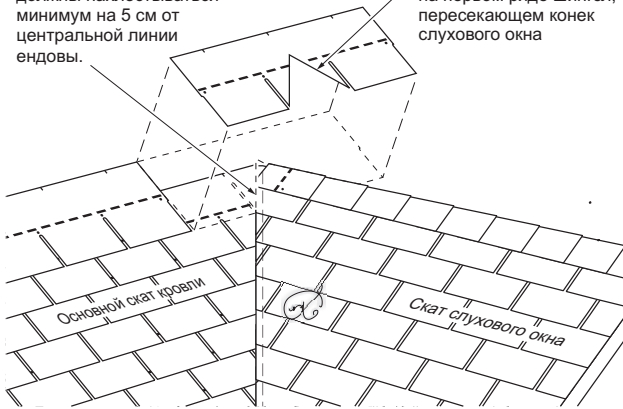

Рисунок 9. V-образный вырез должен точно соответствовать углам ендов и коньку.
Сложным элементом является узел примыкания конька слухового окна к плоскости ската кровли. Этот узел должен быть выполнен таким образом, чтобы обеспечить не только эстетику стыка, но и гидроизоляцию этого узла (Рисунок 9).
3. Обрежьте первый гонт, который пересекает конек слухового окна (Рисунок 9.) V-образным способом. Этот вырез должен быть точно вымерен относительно углов ендов и конька слухового окна. Этот вырез должен соответствовать по размерам ендов с обеих сторон слухового окна таким образом, чтобы при монтаже нахлестываться на загиб ендовных гонтов (т.е. обрезан по размерам центральной линии ендов).